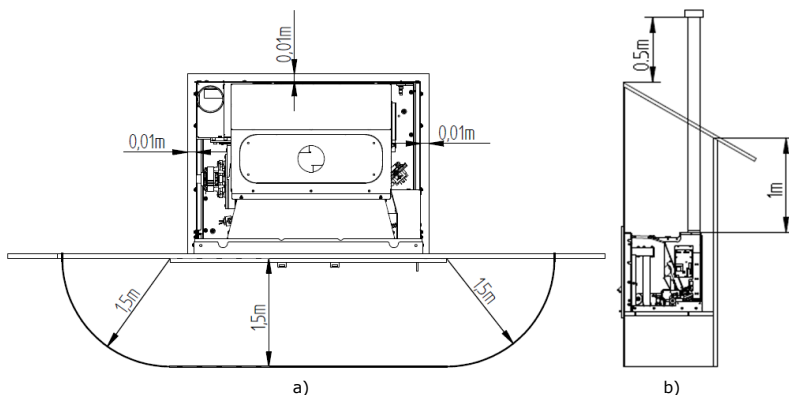

Figura 32 – Distancias mínimas de todas las superficies: a) vista superior de la instalación del equipo; b) vista lateral de la instalación del equipo
En la Figura 32 se representan las distancias mínimas aconsejables del insertable de *pellets* a las superficies que le rodean. En la parte superior del insertable, es necesario mantener una distancia mínima de 1 m hasta el techo de la estancia, en especial si el material de esta es inflamable. La base donde se apoya el insertable no puede ser de material combustible (por ejemplo, madera), por lo que deberá existir siempre una protección adecuada.
- Según se indica en la Figura 32, el conducto de extracción se debe realizar de modo que la limpieza y el mantenimiento estén asegurados mediante puntos de inspección. El insertable cuenta con una tapa de registro en la caja de humos para poder realizar limpiezas. Si el recorrido del conducto de humos lo requiere tendrá que añadir más puntos de inspección y limpieza.